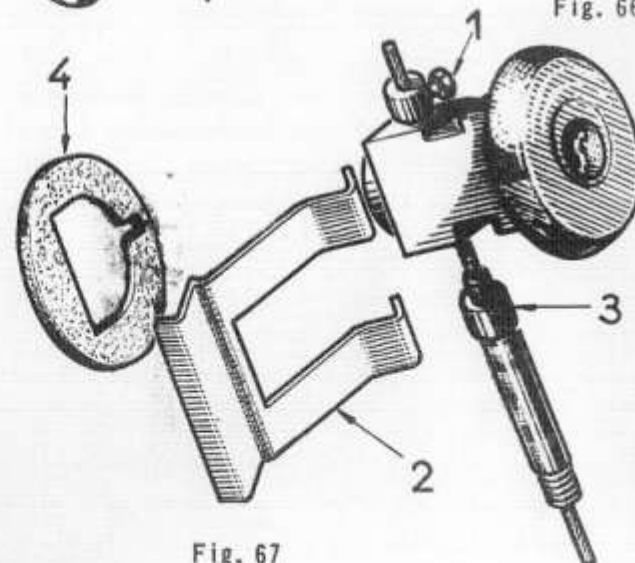

Fig. 67
Déposer la plaquette de serrage (2) et la serrure, le câble restant sur la serrure. Débloquer la vis d'arrêt (1) (Fig. 67) du serre-câble. Dégager le serre-câble. Retirer le câble du verrou, récupérer la gaine de commande et les deux butées de gaine (3).
854 - REMPLACEMENT du VERROU du COUVERCLE de MALLE (Fig. 67)